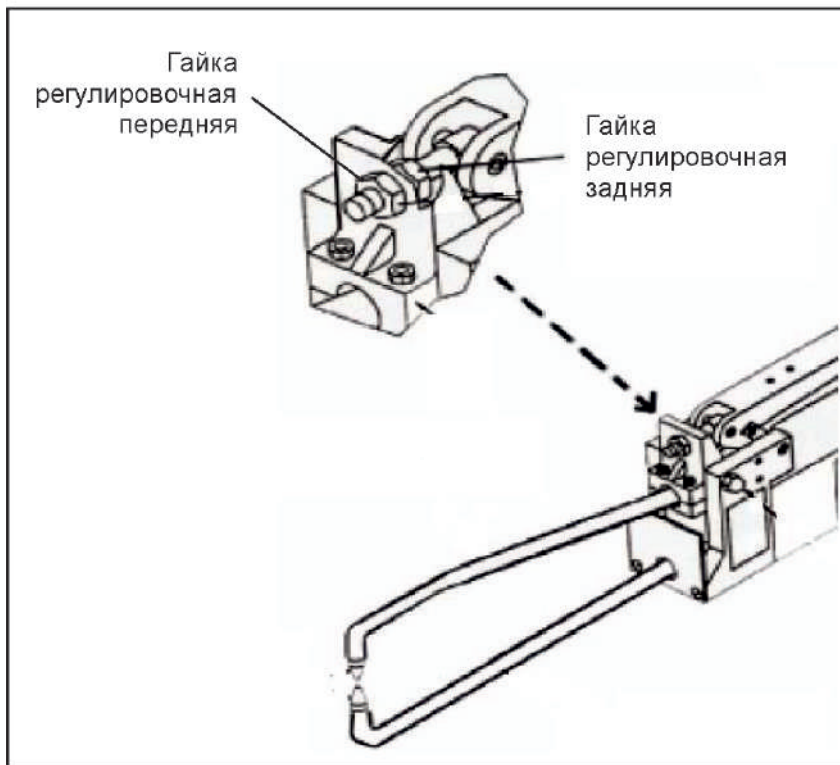

Рис. 3
1. Ослабьте переднюю регулировочную гайку (Рис. 3)